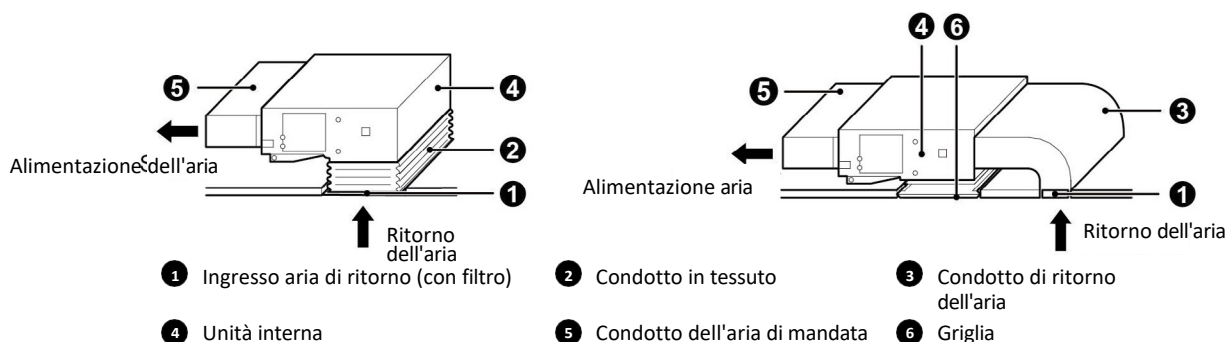

Fig. 4.4.5
❷ Se si desidera un ritorno dell'aria dal basso, è sufficiente invertire la posizione della flangia rettangolare e della piastra di copertura del ritorno dell'aria.
❸ Collegare un'estremità del condotto di ritorno dell'aria all'uscita di ritorno dell'aria dell'unità utilizzando dei rivetti e l'altra estremità alla griglia di ritorno dell'aria. Per facilitare la regolazione dell'altezza, può essere utile un pezzo di condotto in tela. Questo può essere rinforzato e piegato con filo di ferro n. 8.
❹ Un ritorno d'aria nella parte inferiore è suscettibile di emettere più rumore rispetto a un ritorno d'aria posteriore, pertanto si raccomanda di installare un silenziatore e una camera di pressione statica per ridurre al minimo il rumore.
❺ Il metodo di installazione può essere scelto tenendo conto delle condizioni dell'edificio, della manutenzione e di altri fattori, come illustrato nella Fig. 4.4.5.